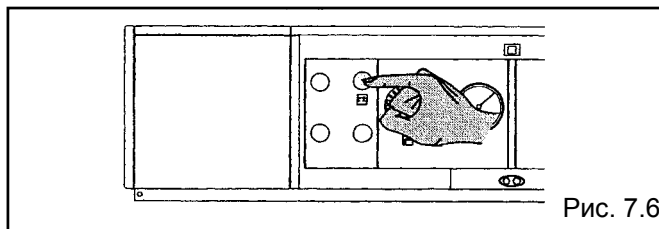

Рис. 7.6
- нажмите кнопку включения бойлера и убедитесь, что зеленый индикатор «сеть» погас (рис. 7.6).